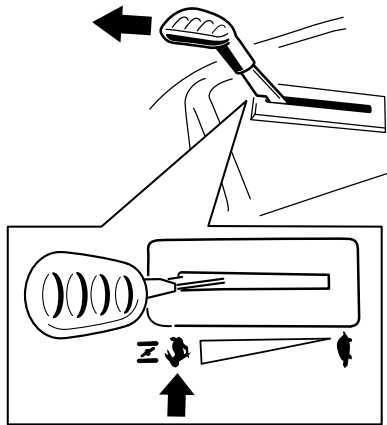

Bild 19
**Hinweis:** Aktivieren Sie die Messer nur, wenn der Gasbedienungshebel in der SCHNELL-Stellung ist (Bild 19).